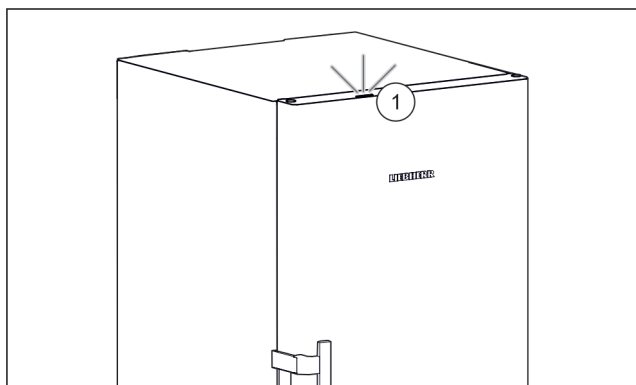

Fig. 4
При вводе устройства в эксплуатацию лампа статуса Fig. 4 (1) по умолчанию деактивирована.\*